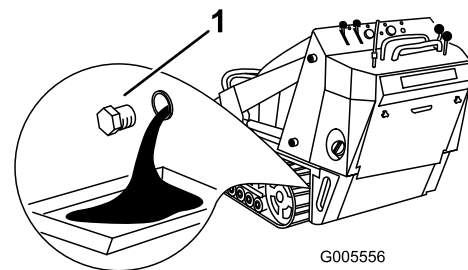

Figure 30
4. Enlevez le bouchon de vidange (Figure 30).